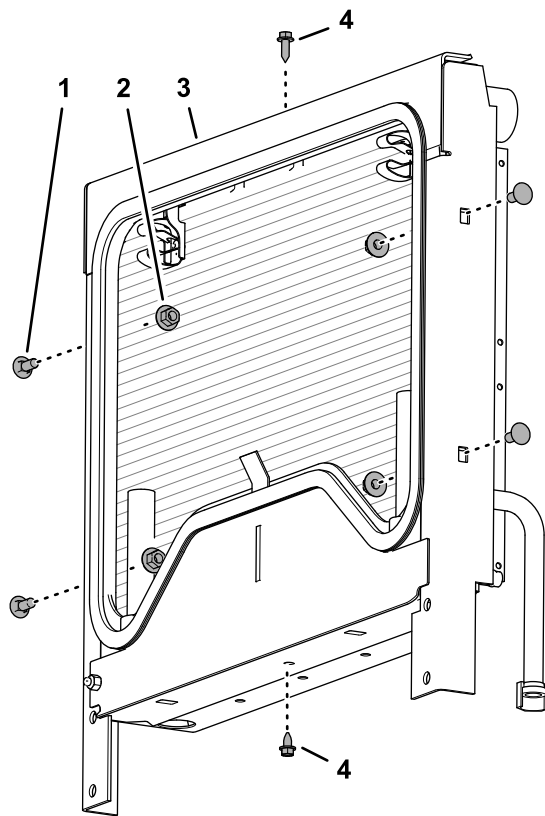

Bild 22
1. Entfernen Sie die beiden Bundkopfschrauben, mit denen der Befestigungsrahmen am Kühler befestigt ist (Bild 22).
- Entfernen Sie die vier Schlossschrauben und die vier gezahnten Bundmuttern, die den Befestigungsrahmen am Kühler befestigen (Bild 22).